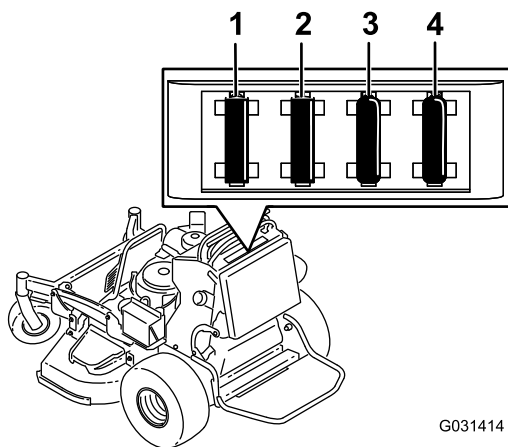

Bild 64
5. Ziehen Sie die Sicherung heraus und setzen Sie sie wieder ein (Bild 64).